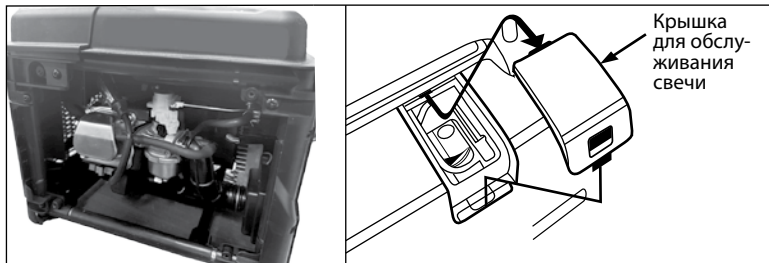

Рис. 17
1. Откройте крышку для обслуживания свечи (рис. 17).